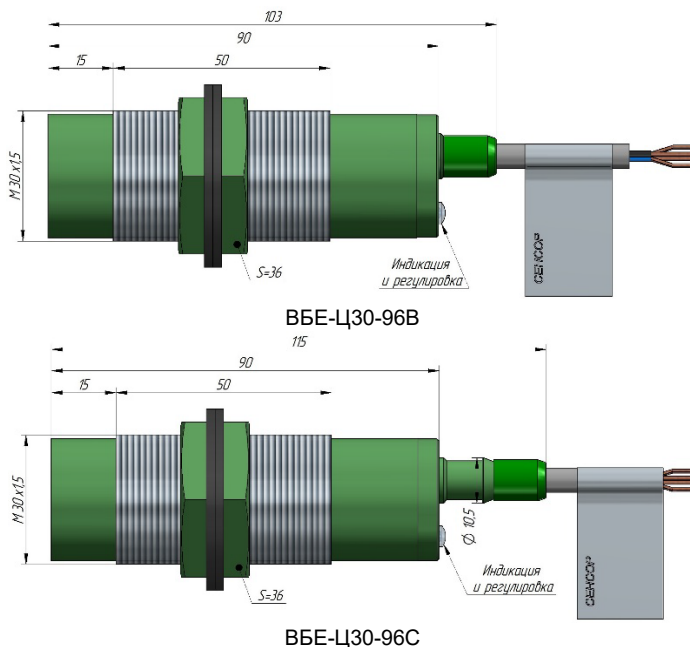

Рисунок 1 - Внешний вид и габаритные размеры
3.1 Выключатель состоит из пластмассового корпуса, в котором размещена печатная плата с электронными компонентами. С одной стороны корпуса расположен чувствительный элемент, а с другой – крышка. На крышку корпуса выведены органы регулировки и индикация. Для обеспечения механической прочности внутренняя полость корпуса залита компаундом. Внешний вид и габаритные размеры выключателя приведены на рис. 1.